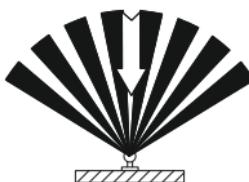

Рисунок 1 – Чувствительность датчика движения
- наибольшую чувствительность датчик имеет, когда движущийся объект перемещается перпендикулярно лучам зоны его обнаружения (рисунок 1).